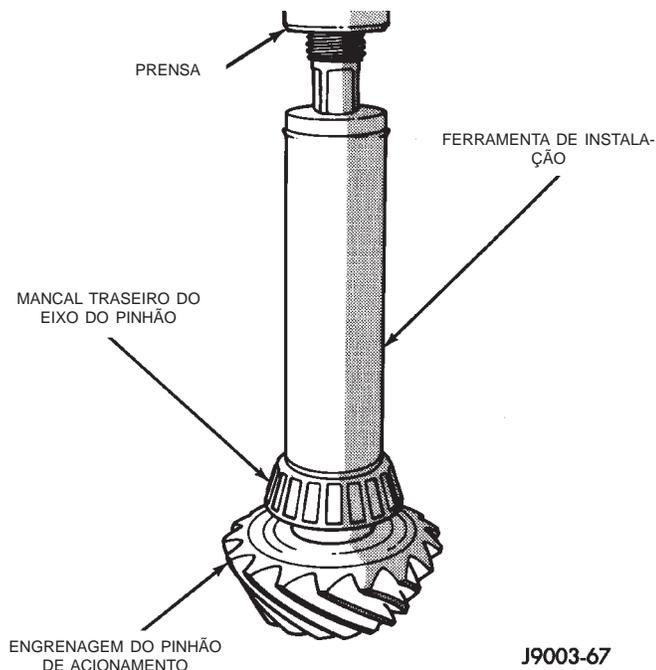

Fig. 35 Instalação do Rolamento Traseiro do Eixo
(7) Coloque o calço de profundidade de espessura adequado na engrenagem do pinhão.
(8) Instale o rolamento traseiro e impulsor, se equipado, na engrenagem do pinhão (Fig. 35) com: